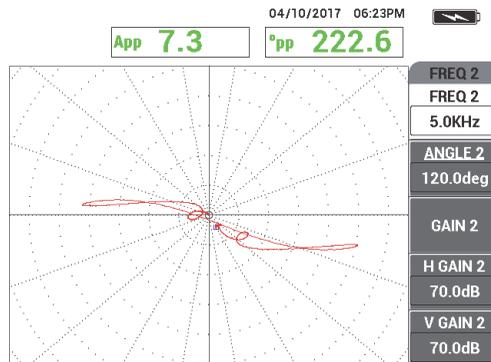

Рис. 5-167 Сигнал частоты 2 от опорного кольца
5. После получения нужного сигнала нажмите клавишу FREEZE (❄), чтобы зарегистрировать сигнал (см. Рис. 5-167 на стр. 260).